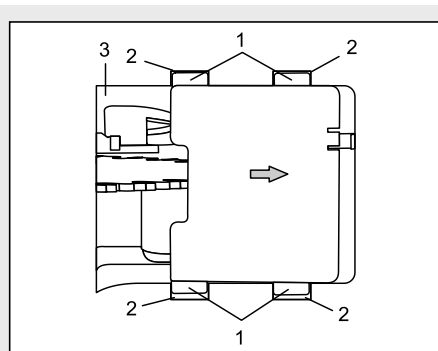

Fig. 30
2. Placez les languettes de la plaque (1) dans les quatre encoches (2) sous la semelle (3) (Fig. 30).